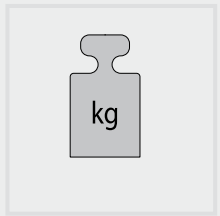

Abb. 12 Feldlasten für Regalhöhe:
Beachten Sie unbedingt die Belastungskurven (Abb. 12)!
Faire impérativement attention aux courbes de charge (fig. 12)!
Neem absoluut de belastingsdiagrammen (afb. 12) in acht!
Please make sure to observe the load curves (Fig. 12)!
- D Die angegebenen maximalen Tragfähigkeiten für Gefachabenen [Q] gelten bei jeweils gleichmäßig verteilter Last. Die Summe der Fachlasten $\sum Q$ in einem Regalfeld muss kleinergleich der unten angegebenen Feldlast [Qmax.] sein. Bei Aufstellung von weniger als 3 Regalfeldern reduziert sich die jeweils angegebene Feldlast um 10%. Der Gesamtschwerpunkt darf in jedem Fall nicht über der halben Regalhöhe liegen. **Beachten Sie unbedingt die Belastungskurven (Seite 5, Abb. 12)!**
- F Les données maximales de support de charge pour sols spéciaux (Q) sont valables dans le cas d'un partage régulier de la charge. La somme des charges spéciales $\sum Q$ sur un plan d'étagère doit être égale ou inférieure au poids/surface [Qmax.]. Das les cas ou le montage comporte moins de 3 plans d'étagères, le poids/surface se réduit de 10%. La totalité de la charge ne doit en aucun cas dépasser la moitié de la hauteur. **Faire impérativement attention aux courbes de charge (page 5, fig. 12)!**
- NL Het opgegeven maximale draagvermogen voor leggers [Q] geldt bij telkens gelijkmatig verdeelde belasting. De som van de belasting van de leggers $\sum Q$ in één stellingveld moet kleiner of gelijk zijn aan de onderstaande veldbelasting [Qmax.]. Bij opstelling van minder dan 3 stellingvelden wordt de telkens opgegeven veldbelasting met 10% gereduceerd. Het algemene zwaartepunt mag in elk geval niet boven de helft van de stellinghoogte liggen. **Neem absoluut de belastingdiagrammen (bladzijde 5, afb. 12) in acht!**